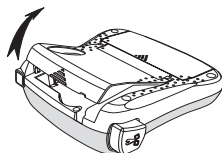

Abbildung 3
1. Klappen Sie den Kassettendeckel hoch, um das Kassettenschacht zu öffnen. Siehe Abbildung 3.